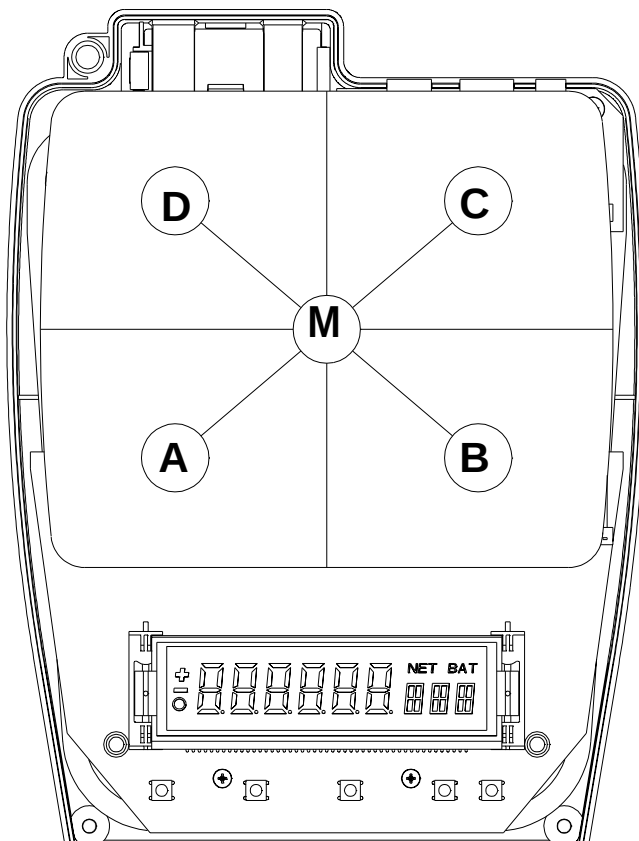

Bild 1
2. Gewicht auf Waagschalenmitte stellen, Punkt „M“, siehe Bild 1.
4. Legen Sie das Gewicht auf die Punkte A, B, C, D, siehe Bild 1. Dabei das Gewicht nicht schieben sondern heben. Siehe Bild 1. Bei Runder Waagschale (M Waage) gelten die gleichen Eckpunkte wie bei eckiger Waagschale.
2. Prüfgewicht auf Waagschalenmitte, Punkt „M“ stellen“, siehe Bild 1.